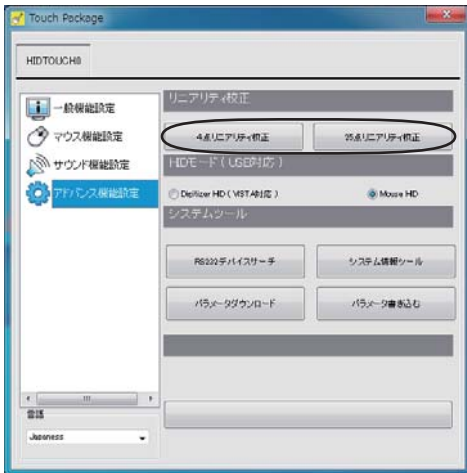

図 8
- 1.＜アドバンス機能設定＞をクリックし、下記の画面（図8）を表示します。